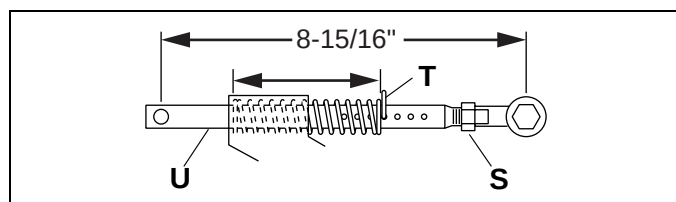

Figura 3P
3. Sollevare le bobine e installare gli spinotti (**T**, **Figura 3P**) della molla di tenuta. Se l'altezza del taglio non è stata modificata, mettere gli spinotti nella posizione in cui erano al momento di togliere le bobine.
1. Abbassare le bobine fino a terra e rimuovere gli spinotti delle molle di tenuta (**T**, **Figura 3P**). Prendere nota della posizione delle molle.